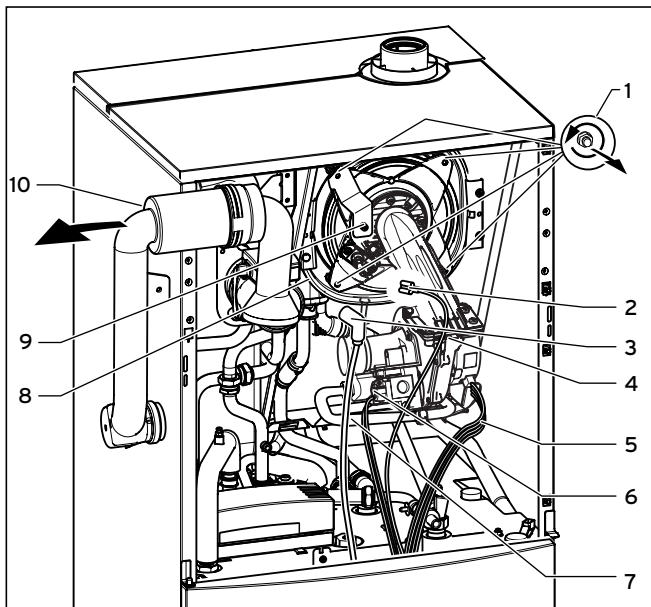

Abb. 8.2 Brennermodul ausbauen
- Trennen Sie die Gaszuleitung (7).
- Entfernen Sie die vier Muttern (1), siehe Abb. 8.2.
- Ziehen Sie das Brennermodul (4) vom Integral-Kondensations-Wärmetauscher (8) ab, siehe Abb. 8.2.